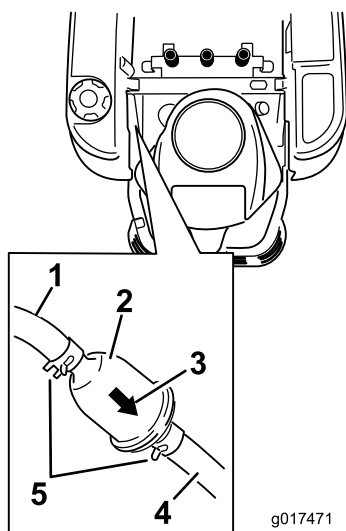

Figure 41
3. Repérez le filtre à carburant sur le côté du moteur, comme illustré (Figure 41).
4. Pincez les extrémités des colliers et faites glisser ceux-ci pour les éloigner du filtre (Figure 41).
6. Posez un filtre neuf en veillant à orienter la flèche indiquant le sens d'écoulement vers le moteur. Rapprochez les colliers de flexibles du filtre (Figure 41) pour le fixer en place.